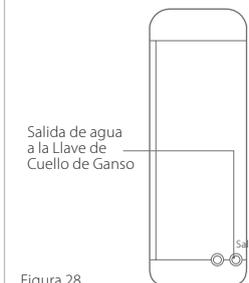

Figura 28.
i. Ubica el orificio de "Salida" de agua detrás del Purificador. Específicamente, el que se encuentra del lado derecho (ver Figura 28).